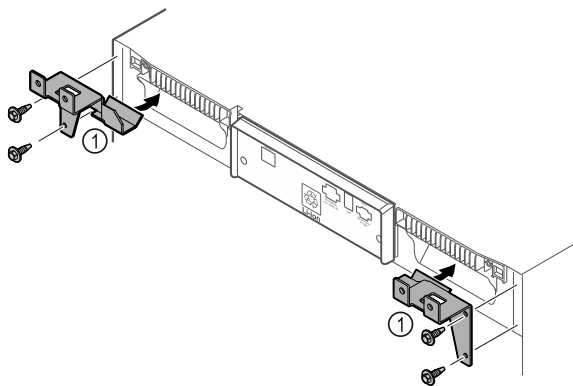

Fig. 10
- Смонтируйте на устройстве удерживающие элементы Fig. 10 (1), используя самонарезающие винты.